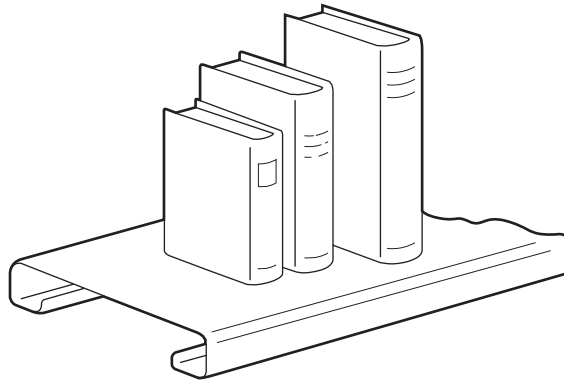

Fig. 6
- (d) Fig. 6 shows detail of a shelf in the classroom.